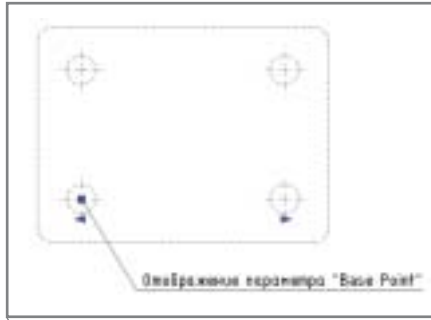

Рис. 20. Отображение параметра *Base Point*
- **Параметр базовой точки (Base Point Parameter)** — устанавливает положение базовой точки для блока. Возможная реализация параметра заключается в связывании положения базовой точки с подвижными частями блока. Таким образом, при изменении конфигурации блока базовая точка не остается в первоначальном положении, а привязывается к определенному элементу. Параметр отображается в виде "ручки" на блоке (рис. 20, 21).